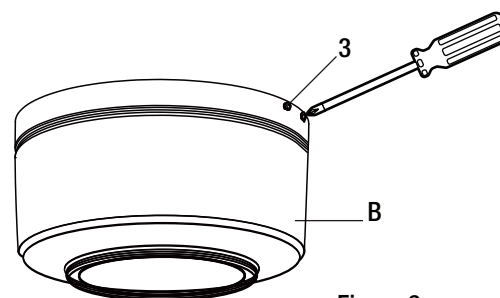

Figura 9
- Fije la carcasa del motor (B) sobre la barra de soporte (A) apretando los cuatro tornillos (3) preensamblados a la carcasa del motor (B) (Figura 9).